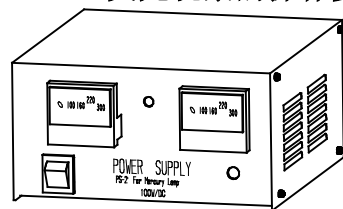

图 12
- 1. 打开汞灯电源箱电源开关，(按向“ON”)指示灯“LIGHT”表明汞灯打开了。(图 12)